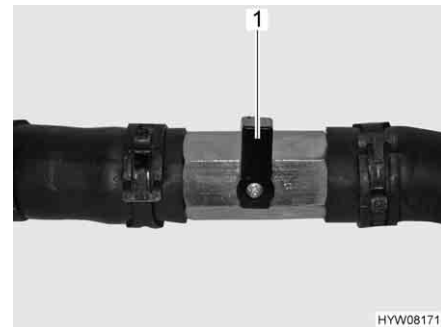

Fig. 187 Robinet d'arrêt fermé
- Placer le levier (Fig. 187,1) transversalement à la conduite.